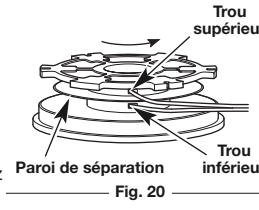

Fig. 20
- En utilisant une seule extrémité séparée, insérez un fil dans le trou supérieur et l'autre fil dans le trou inférieur du moulinet intérieur (Fig. 20).